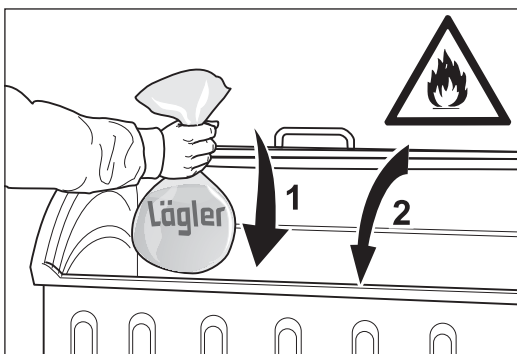

Abb. 47 Den gefüllten Staubbeutel in einen **nicht brennbaren** Behälter legen (1) und diesen verschließen (2) → **Brandgefahr!**
- **Der Staubbeutel muss immer direkt nach der Bodenbearbeitung von der Maschine entfernt, verschlossen und in einem nicht brennbaren Behälter aufbewahrt werden (Abb. 47, 1)!**
Verschließen Sie diesen Behälter mit einem nicht brennbaren Deckel (Abb. 47, 2)!
- 7 **Entsorgen Sie den vollen Staubbeutel wegen Brandgefahr in einem verschlossenen und nicht brennbaren Behälter (Abb. 47)!**